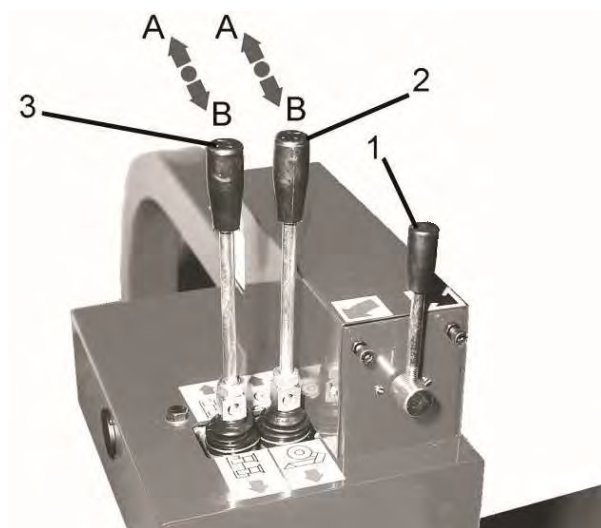

Fig.14
B. Pousser le levier de l'inverseur du moteur autocentrant (#1 Fig. 14) vers la droite: l'arbre tourne dans le sens des aiguilles d'une montre. Pousser le levier de l'inverseur du moteur autocentrant (#1 Fig. 14) vers la gauche: l'arbre tourne dans le sens inverse des aiguilles d'une montre.
C. Actionner le levier de commande du bras porte-arbre (# 2 Fig. 14) en position **A** : le bras porte-arbre se déplace vers le haut. Actionner le levier en position **B** : le bras porte-arbre se déplace vers le bas.
D. Actionner le levier de commande du chariot porte-outils (# 3 Fig. 14) en position **A** : le chariot se déplace vers la machine. Actionner le levier en position **B** : le chariot se déplace vers l'extérieur.